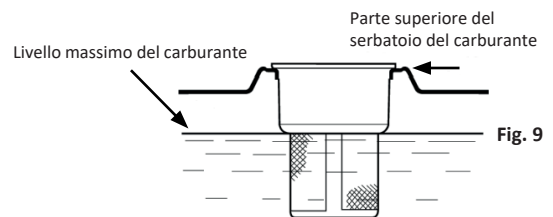

Fig. 9
**Riempimento del serbatoio e controllo del livello del carburante (Fig. 9)**